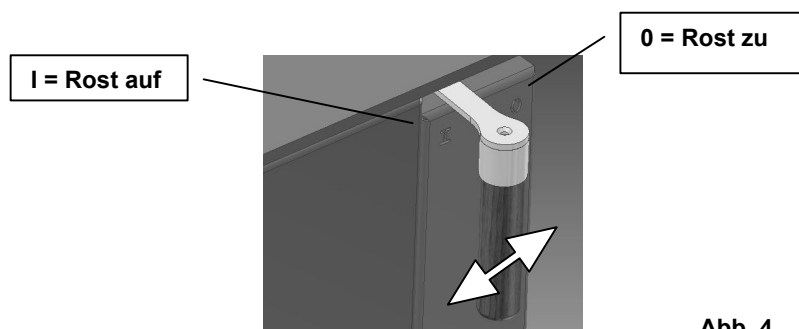

Abb. 4
Durch Betätigen des Rüttelrostgriffes (Abb. 4) wird die Asche im Bereich des Rundrostes bei geschlossener Feuerraumtür in den Aschekasten abgerüttelt. Er ist vor erneuter Brennstoffaufgabe einige Male durch zügiges hin- und herbewegen bis zum Anschlag zu betätigen. Durch das Schließen (Rüttelrosthebelgriff bis zum Anschlag nach hinten (0) schieben, kann die Abbrandzeit von Scheitholz verlängert werden.